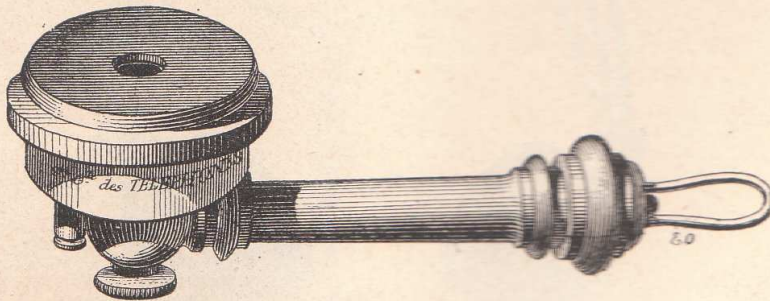

Fig. 161.
57. Le même, avec manche forme face-à-main (*fig. 161*).